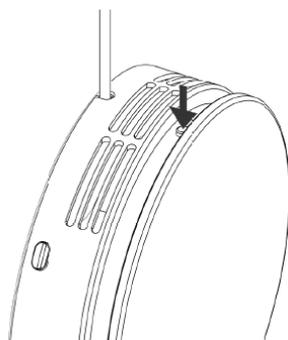

Figure 8 - Éteindre la centrale
1. Pour éteindre la centrale, appuyez sur le bouton situé sur le dessus jusqu'à ce que l'appareil s'éteigne (voir Figure 8 ci-dessous).